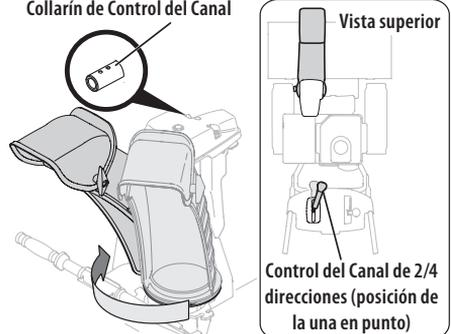
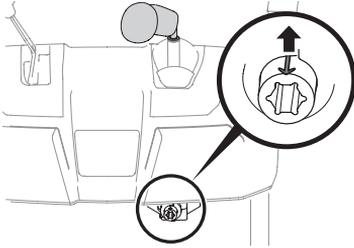

Figura 22
Figura 23
4. Oprima el disparador que está sobre el control del canal de 2 direcciones/4 direcciones y rote el canal a mano para que quede mirando hacia adelante. Los orificios del collarín de control del canal estarán mirando hacia arriba (Figura 22).
5. Gire el control del canal de 2 direcciones/4 direcciones hasta la posición de la una en punto (Figura 22) de modo que la flecha indicadora que está sobre el piñón diferencial debajo de la manija del control mire hacia arriba (Figura 23).